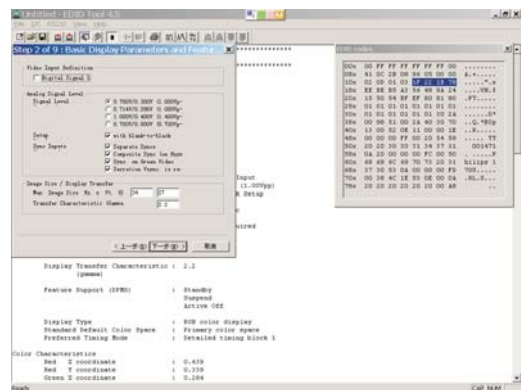

Fig. 11
1. Click Next, bring up Fig. 11.